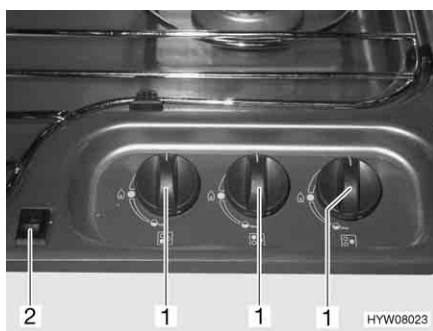

Fig. 135 Elementi di comando del fornello a gas
- Ruotare il pomello girevole (Fig. 135,1) dell'impianto a fiamma libera desiderato in posizione accesa (fiamma alta).
- Premere l'interruttore a bilico (Fig. 135,2). Sul bruciatore vengono prodotte scintille.